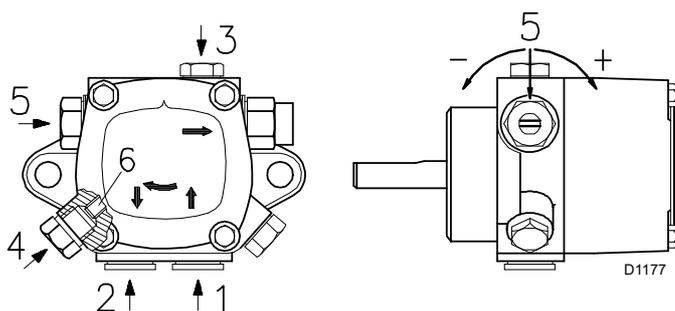
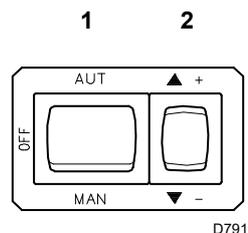

Fig. 26
Fig. 27
Légende (Fig. 26)
- Pour que la pompe (Fig. 26) puisse s'auto-amorcer, il est indispensable de desserrer la vis 3)(Fig. 26) de la pompe pour vider l'air contenu dans le tube d'aspiration.
- Démarrer le brûleur en fermant les dispositifs de contrôle, avec l'interrupteur 1)(Fig. 27) dans la position « MAN » et avec l'interrupteur 10)(Fig. 7) dans la position « HUILE ».
- Quand le fioul ressort par la vis 3)(Fig. 26) la pompe est amorcée. Arrêter le brûleur : interrupteur 1)(Fig. 27) en position « ÉTEINT » et visser la vis 3)(Fig. 26).